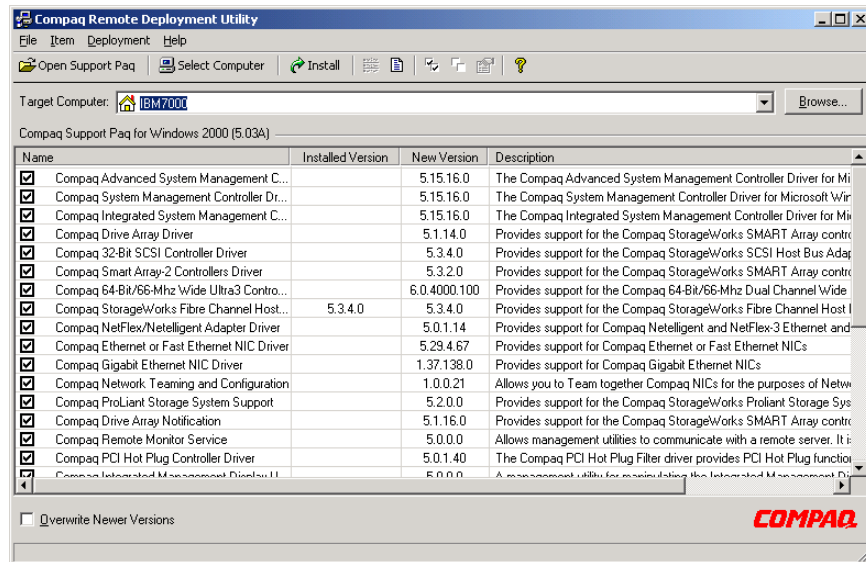

Abbildung 4-2. Compaq Remote Deployment Utility
5. Das Dialogfeld *Compaq Remote Deployment Utility* (Compaq Remote-Einsatzprogramm) wird angezeigt, wie in Abbildung 4-2 gezeigt.